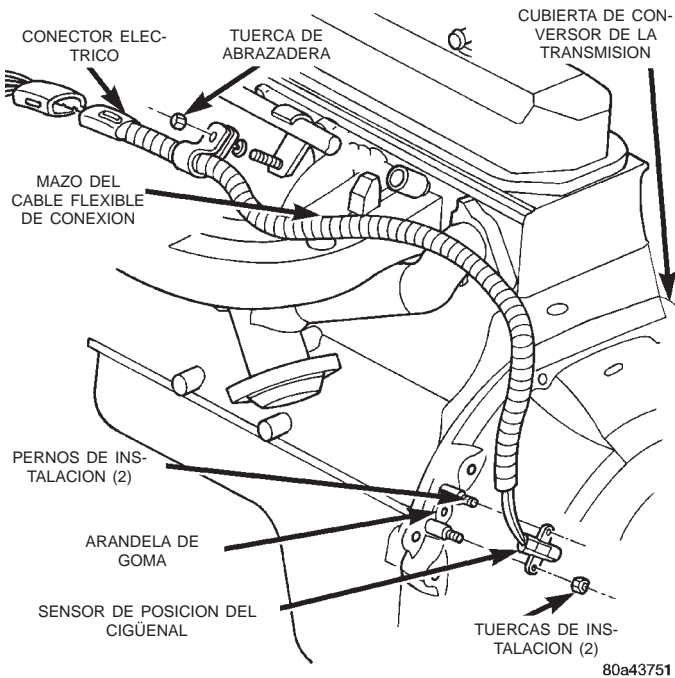
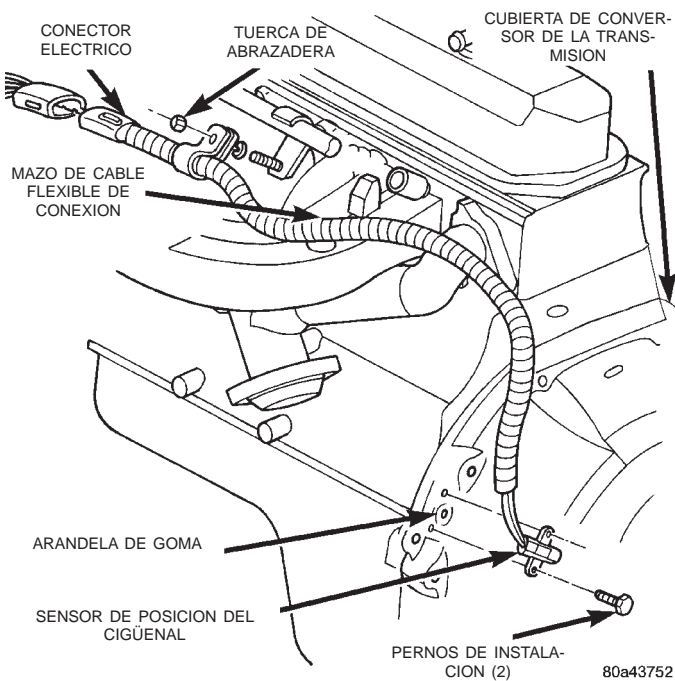

Fig. 6 Sensor de posición del cigüeñal—Motor 2.5L
Fig. 7 Sensor de posición del cigüeñal—Motor 4.0L
(7) Marque los estribos de la caja de cambios, el eje y el eje propulsor delantero como referencia de alineación para el ensamblaje, si están instalados.
(8) Retire los ejes propulsores.
(9) Desenganche los mazos de la transmisión y la caja de cambios, si están instalados.
(10) Desconecte la manguera del respiradero de la caja de cambios, si está instalada.
(11) Desacople todos los conectores de cable fijados a los componentes de la transmisión o la caja de cambios, si están instalados.
(12) Sostenga la caja de cambios, si está instalada, con un gato de transmisión.
(13) Asegure la caja de cambios, si está instalada, en el gato con cadenas de seguridad.
(14) Desconecte la articulación de cambios de la caja de cambios, si está instalada.
(15) Retire las tuercas que fijan la caja de cambios a la transmisión, si están instaladas.
(16) Retire la caja de cambios, si está instalada.
(17) Retire el sensor de posición del cigüeñal (Fig. 6), (Fig. 7).